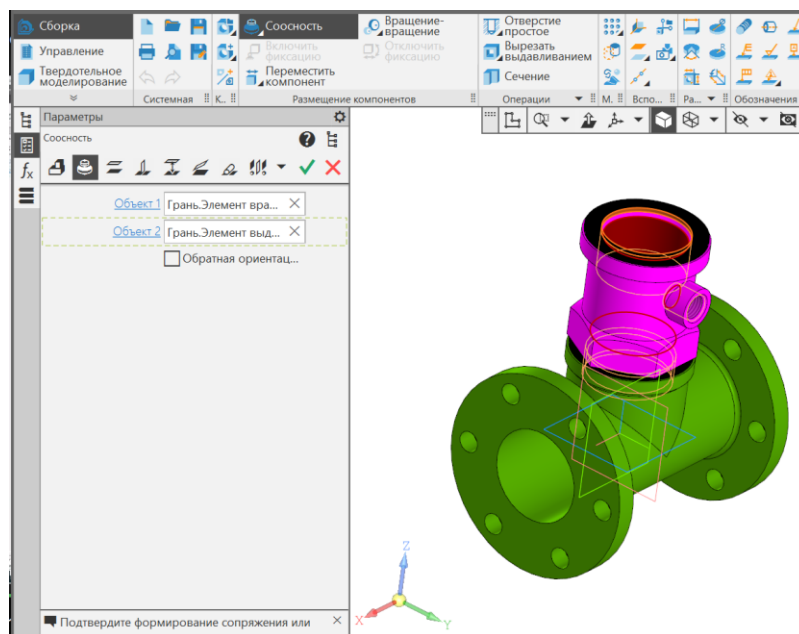

Рис. 19 Сопряжение «Соосность»
- **Сборка – Размещение компонентов – Сопряжения – Соосность** (рис.19): Объект 1 (Стакан) – Грань. Элемент вращения: 1. Объект 2 (Прокладка) – Грань. Элемент выдавливания: 1.